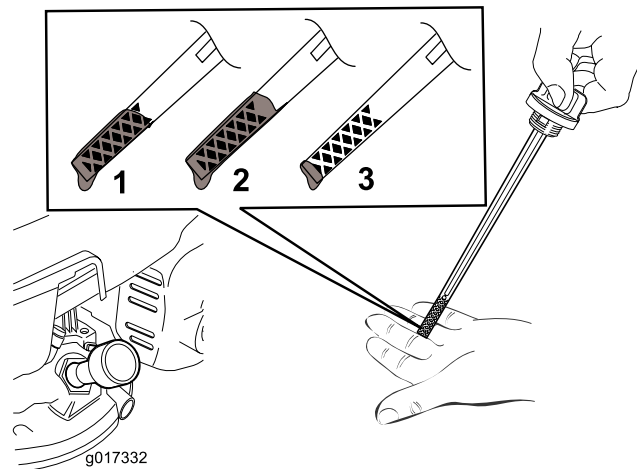

Рисунок 7
- Извлеките масломерный щуп, повернув крышку против часовой стрелки и вытянув его (Рисунок 7).
- Определите уровень масла по отметкам на щупе (Рисунок 7).